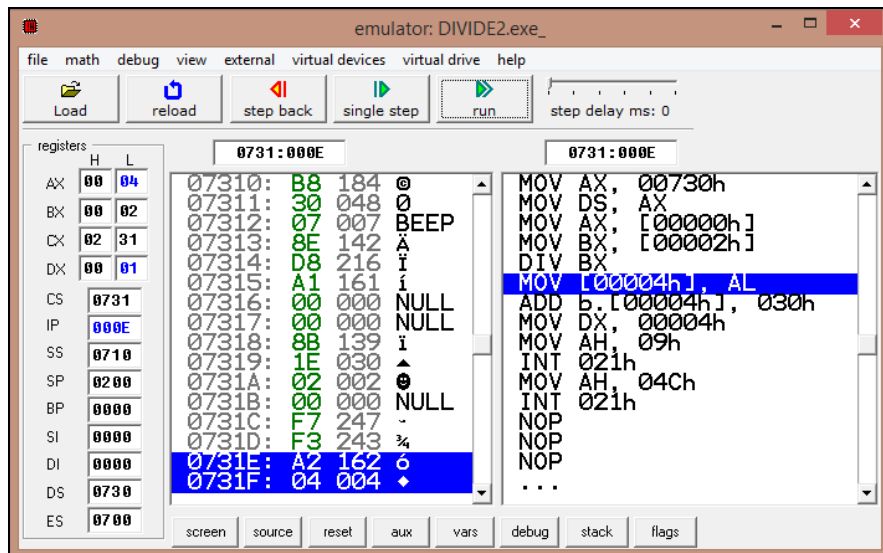

Figura 8.20 - Resultados do programa DIVIDE2.
Acione a tecla de função **<F8>** por cinco vezes e observe na janela **emulator: DIVIDE2.com_** o resultado do quociente no registrador geral **AL (AX)** e o resto da divisão no registrador geral **DL (DX)**, como exibe a Figura 8.20.